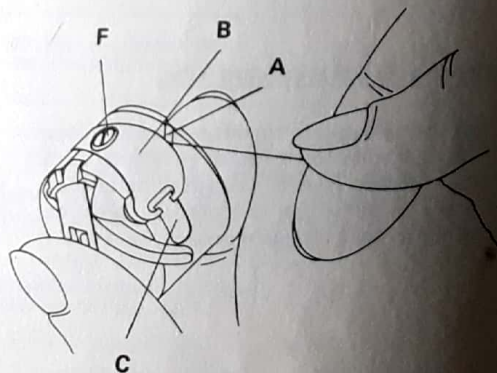

Fig. 11
\* La regulación de la tensión del hilo inferior se efectúa ajustando o aflojando el tornillo (F) (fig. 11) de la caja de la bobina según se desee aumentar o disminuir la tensión.